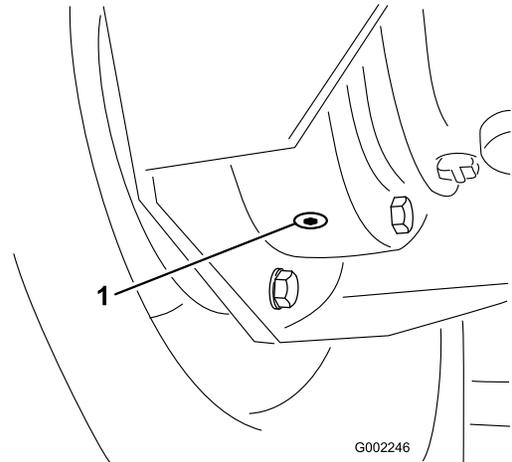

Figura 84
4. Coloque un recipiente debajo del tapón de vaciado interior del alojamiento del freno, y retire el tapón (Figura 84).